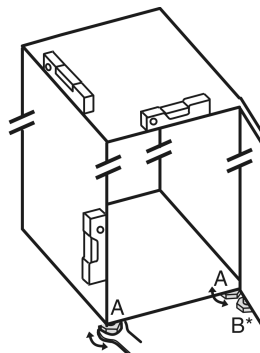

Fig. 34
► Stellfüße Fig. 34 (A) mit beiliegendem Gabelschlüssel und mit Hilfe einer Wasserwaage herausdrehen, bis das Gerät fest und ebenstehend ausgerichtet ist.
► Stellfuß Fig. 34 (B) am Lagerbock mit beiliegendem Gabelschlüssel herausdrehen, bis er auf dem Boden aufliegt.
► Stellfuß Fig. 34 (B) um 90° weiter drehen.